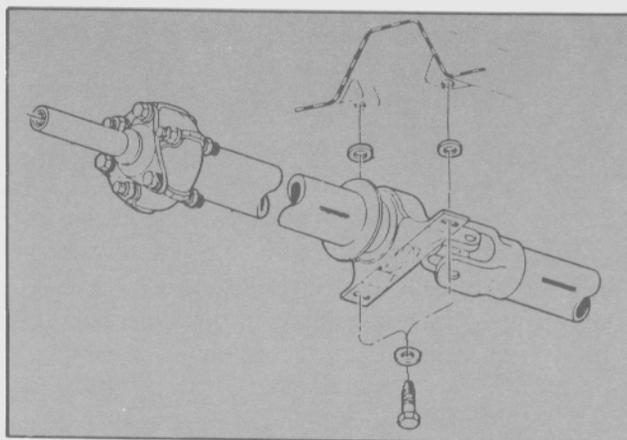

Fig. 13 - Marcas de alineación.
- Realizar marcas de alineación antes de desarmar las diferentes partes (Fig. 13).